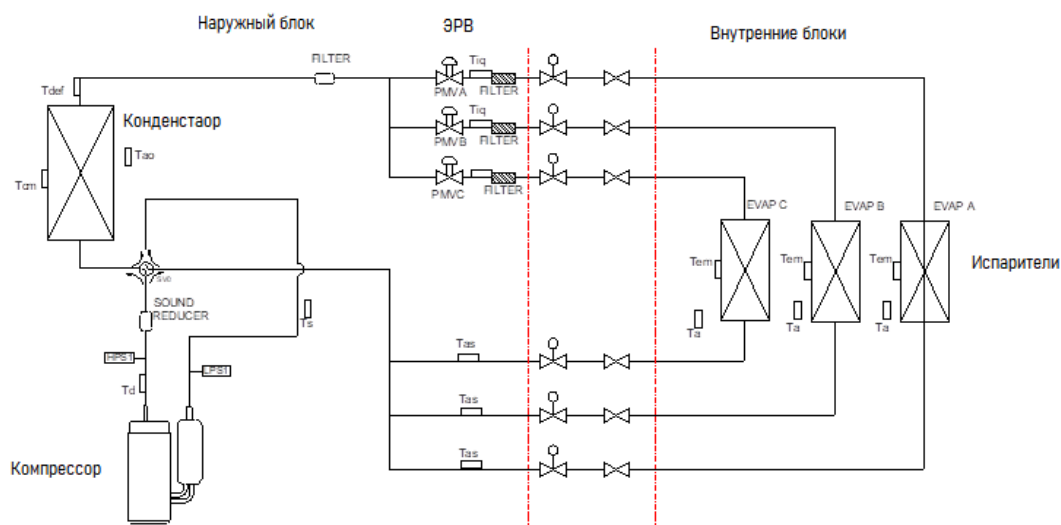

Рис.2- Фреоновая схема мульти плит-системы в режиме охлаждения
- **Принцип работы** (см. схему рис.2)
- ЭРВ для каждого внутреннего блока расположены в наружном блоке (см. схему рис.2).